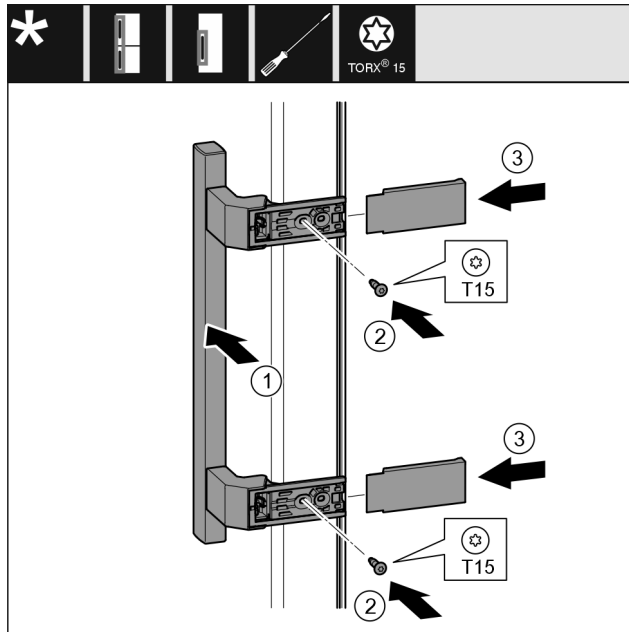

Fig. 21
- ▶ Helyezze fel a fogantyút Fig. 21 (1) a másik oldalra.
- ▶ Húzza meg a csavarokat Fig. 21 (2) csavarhúzóval.
- ▶ Helyezze fel a fedelet Fig. 21 (3) oldalra, és tolja fel őket.